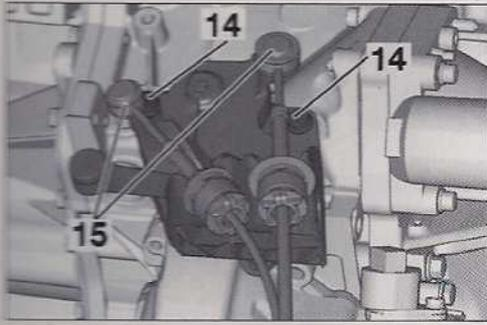

FIG. 95
- Con el útil [3] o equivalente, separar los mandos de caja de velocidades (15) (Fig.95).
- Desmontar los tornillos de fijación (14) del soporte de mando de caja, y separarlo.